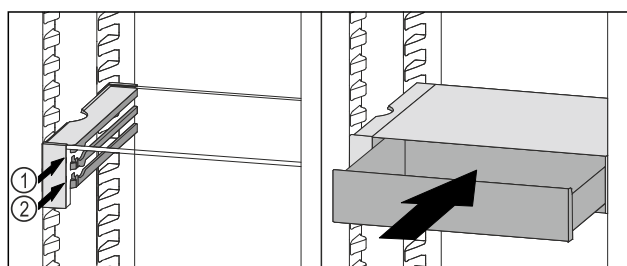

Fig. 111
- Posizionare il cassetto VarioSafe dietro i tappi sulla nervatura desiderata *Fig. 111 (1)* o *Fig. 111 (2)*.